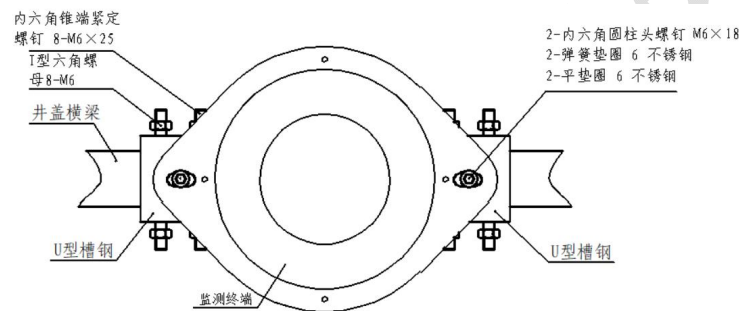

图 8 非金属复合材料井盖监测终端安装示意图（安装附件 CS-iTWM-08-A02）
4) 将终端按照如图 8 所示方向安装于固定好的 U 型槽钢上，左边 U 型槽钢上的长条形垫片可以对其孔位进行调整。